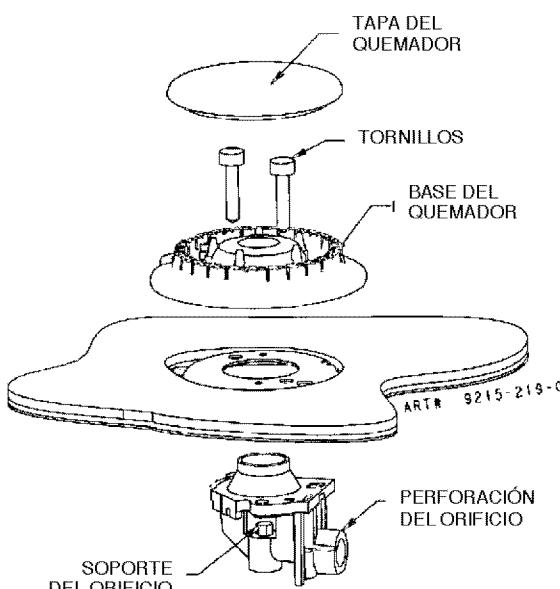

FIGURA 9
Paso 2: Quite la base del quemador retirando 2 tornillos. (Vea la figura 9.)
Paso 3: Oprima con firmeza un destornillador de 7 mm (9/32") sobre los puntales de orificio (figura 9) y afloje los puntales girándolos en sentido contrario al de las manecillas del reloj. Levante cuidadosamente el destornillador de tuercas de la garganta del quemador. Los puntales de orificio deben caer en el hueco. Repita este paso en cada quemador.